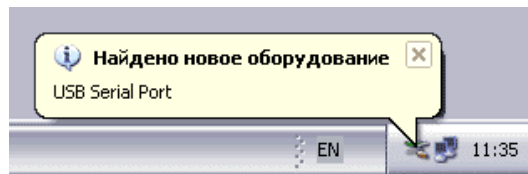

Рис. 2.7.
2.2.1.10. После успешной установки драйвера ДК-2 операционная система выдаст сообщение на панели задач: «Найдено новое оборудование: USB serial port» (рис. 2.7).